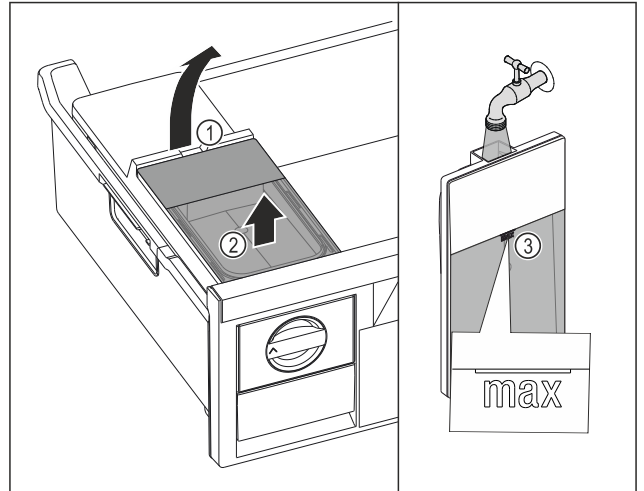

Fig. 98
- ▶ Повдигнете резервоара за вода при прореза Fig. 98 (1).
- ▶ Извадете резервоара за вода нагоре. Fig. 98 (2)
- ▶ Напълнете резервоара за вода до маркировката Fig. 98 (3) с питейна вода.